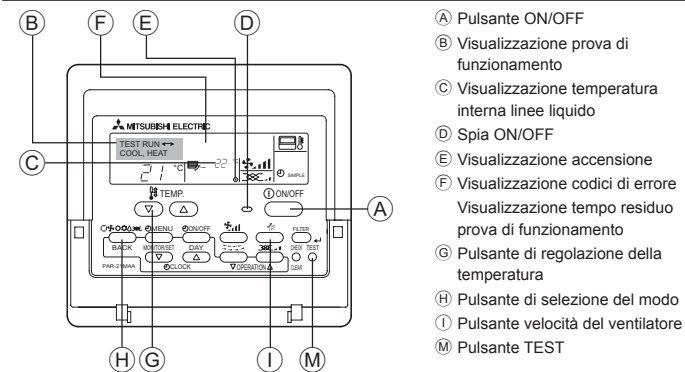

Fig. 7-1
7. Prova di funzionamento (Fig. 7-1)